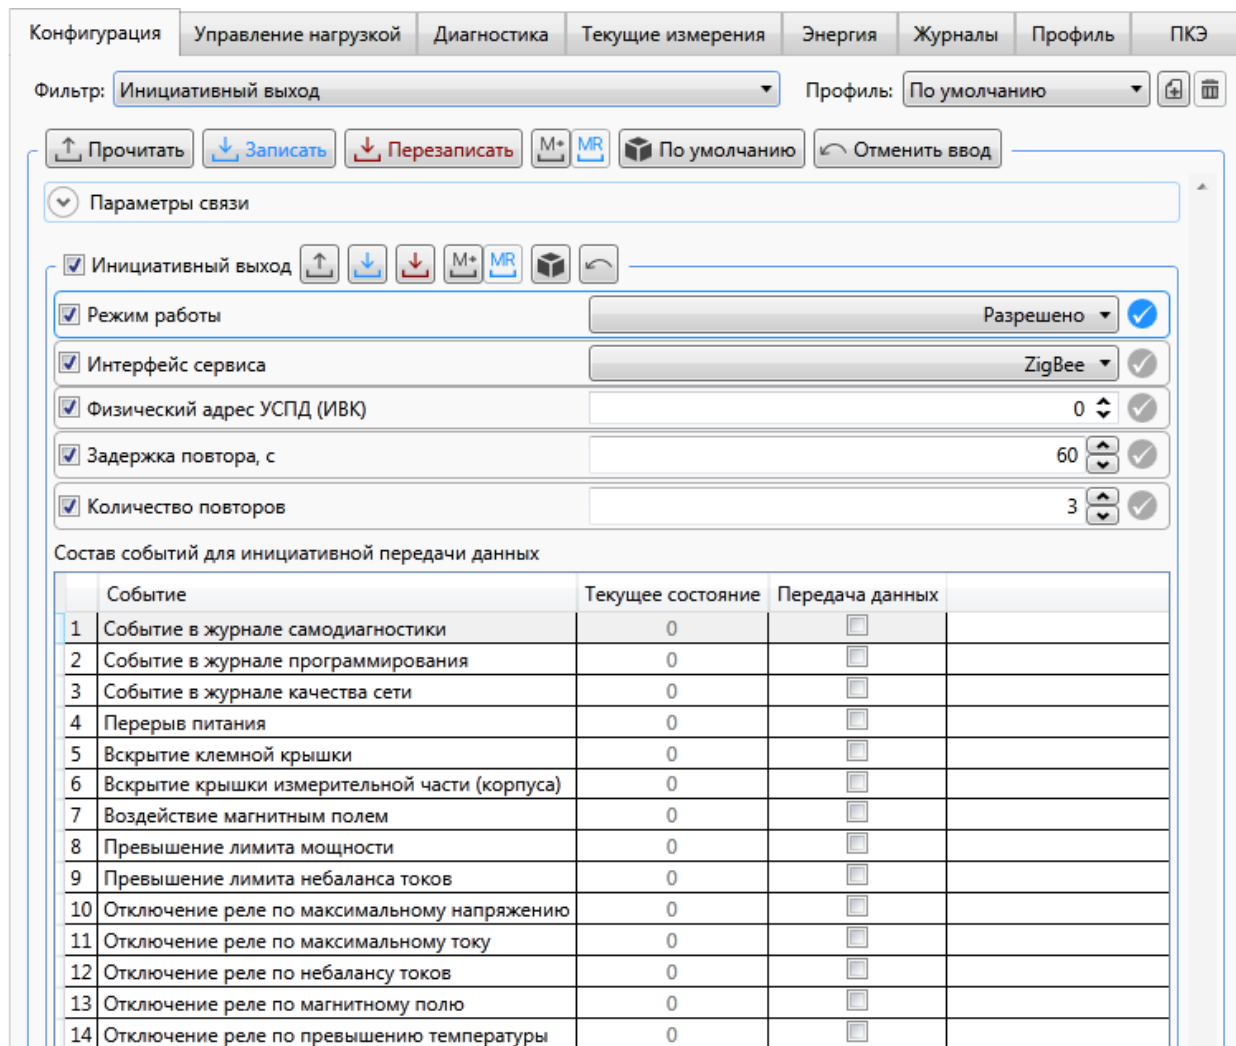

Рисунок 9.31 – Настройка параметров инициативного выхода счетчика
9.5.15.1 Для конфигурирования параметров инициативного выхода счетчика необходимо перейти на вкладку *Конфигурация* области параметров программы КОНФИГУРАТОР и далее в выпадающем списке *Фильтр* выбрать пункт *Инициативный выход* (рисунок 9.31).